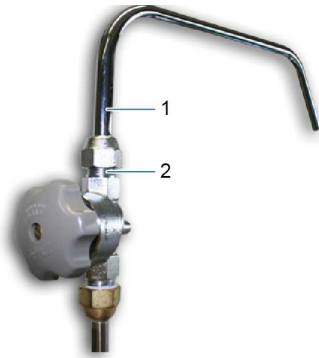

Figura 7-1 : bomba DL3 opcional.
1. Atornille la parte acodada (Figura 7-1, rep. 1) a la altura del botón giratorio o cuarto de vuelta (Figura 7-1, rep. 2) dirigiéndola como se indica en la ilustración de la izquierda.